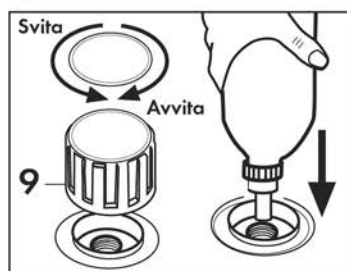

Fig. 3
Aprire manualmente il tappo di riempimento della caldaia (9) premendo verso il basso e contemporaneamente ruotandolo in senso antiorario; capovolgere la bottiglia sul foro della caldaia, vuotare l'acqua all'interno di essa; per fare questo occorre disinserire il dispositivo di sicurezza premendo il tappo della bottiglia verso il foro di riempimento della caldaia. Successivamente, quando la caldaia è piena d'acqua, riavvitare il tappo (9) ruotandolo in senso orario, assicurandosi che sia ben serrato (Fig. 3)